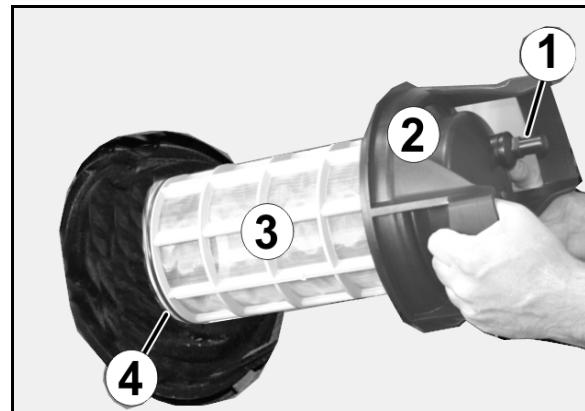

Рис. 136
- Ежедневно очищайте всасывающий фильтр (Рис. 136) после очистки полевого опрыскивателя.
- Смажьте консистентной смазкой кольцо круглого сечения снизу на всасывающем фильтре (Рис. 136/4).
1. Освободите крышку всасывающего фильтра (Рис. 136/2).
2. Снимите крышку и фильтр (Рис. 136/3) и очистите их водой.
6. Освободите крышку всасывающего фильтра (Рис. 136/2).
7. Задействуйте клапан сброса давления на всасывающем фильтре (Рис. 136/1).
8. Снимите крышку и фильтр (Рис. 136/3) и очистите их водой.